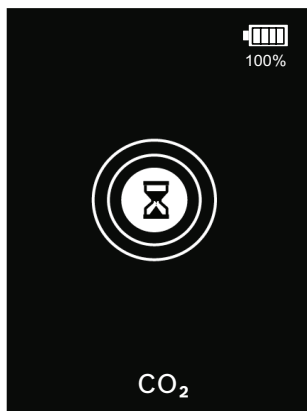

Fig. 5: Ciclo di riscaldamento
- ⇒ Per preparare il sensore, il rilevatore IR LD 1.0 completa automaticamente un ciclo di riscaldamento di 50-60 secondi. Il ciclo di riscaldamento è indicato da una clessidra circondata da una serie di cerchi concentrici che si illuminano dal centro verso l'esterno (vedi Fig. 5).